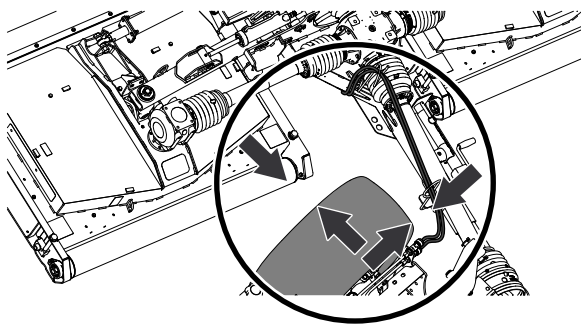

Figura 43
3. Durante la svolta, controllate che vi sia spazio tra lo pneumatico del veicolo di traino e i componenti del tosaerba (Figura 43).